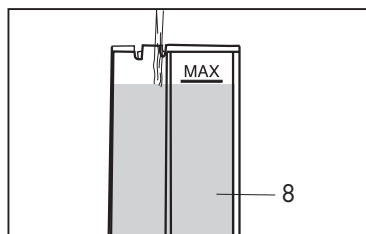

Fig. 2
- Remplir le réservoir jusqu'au niveau maximal indiqué (MAX). (Fig.2)